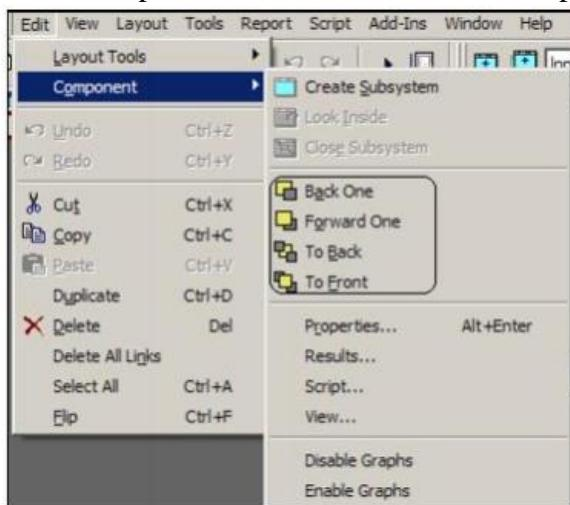

Figura 54: Disposición Profundidad orden - acceder al menú principal
1. Seleccione Edición> Componente (véase la Figura 54).